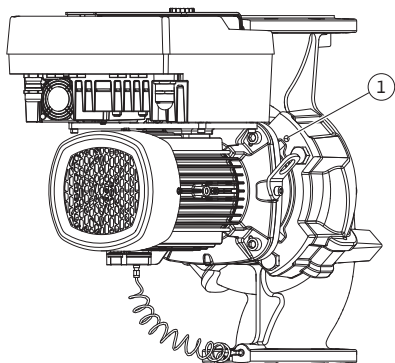

Fig. 103: Abdrücken des Einstecksatzes über Gewindebohrungen
12. Für Pumpentyp (Fig. III, IV) die Schrauben Pos. 29 lösen. Die daneben liegenden zwei Gewindebohrungen (Fig. 103, Pos. 1) nutzen und geeignete bauseits bereitgestellte Schrauben (z. B. M10 x 25 mm) verwenden. Einstecksatz vom Pumpengehäuse abdrücken.